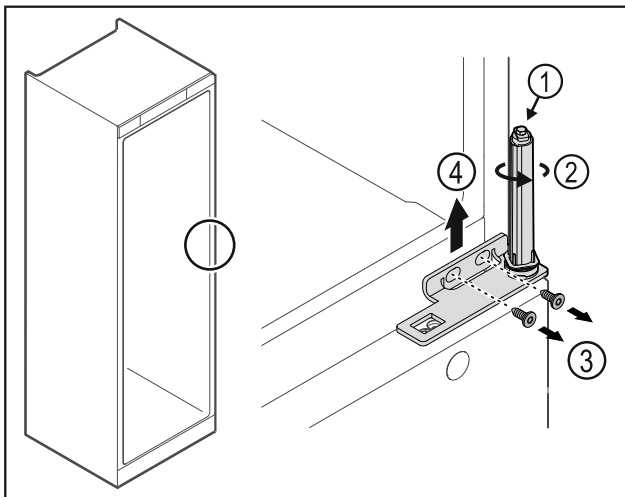

Fig. 33
- ▶ Älä pura oven sulkuyksikköä Fig. 33 (1).
- ▶ Kierrä sulkuyksikköä Fig. 33 (2), kunnes se naksahtaa.
- ▶ Avaa ruuvit Fig. 33 (3) ja ota saranakulma yläkautta pois Fig. 33 (4).